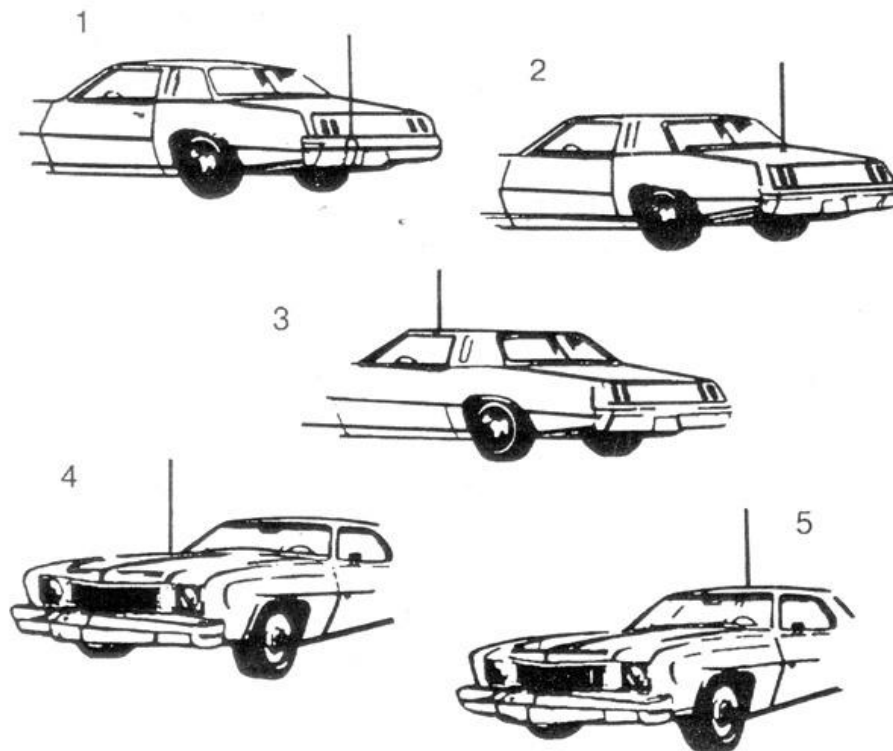

Рис. 3. Типичные места установки автомобильных антенн.
конструктивных исполнениях с креплением через отверстие в крыше, на кронштейне за отбортовку водостока или на магнитном основании (см. рис. 3).
На рис. 3 показаны пять типичных мест установки автомобильной антенны: (1) задний бампер, (2) задняя крышка багажника, (3) отбортовка для стока воды, (4) капот, (5) крыша.